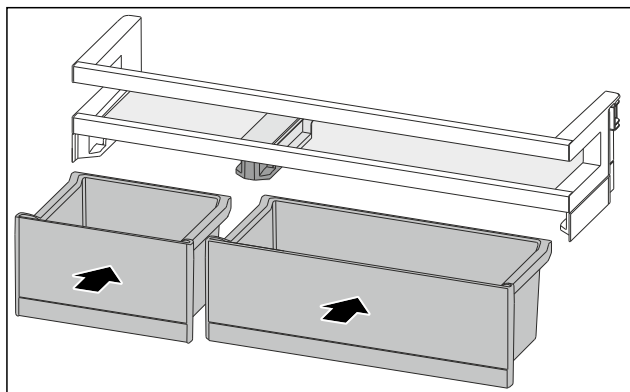

Fig. 189
- Umetnite kutije VarioBox izmijenjenim redoslijedom. (pogledajte Fig. 189)